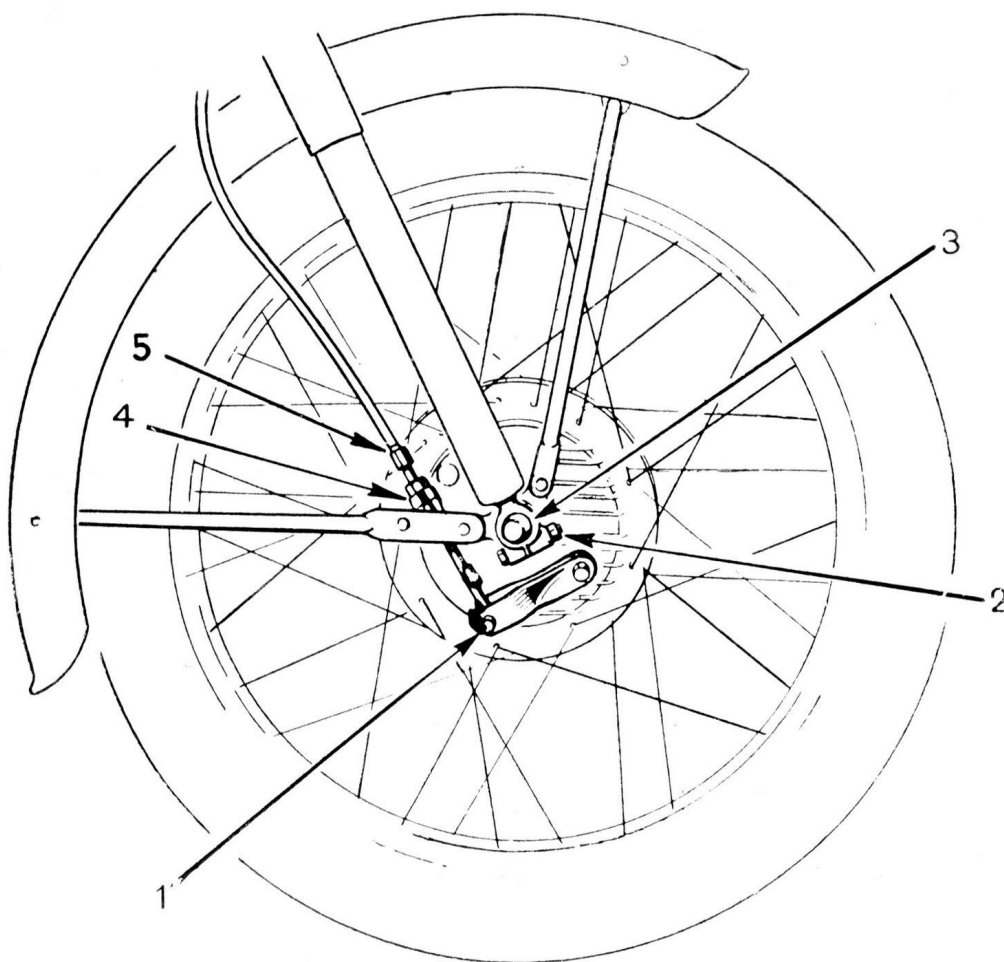
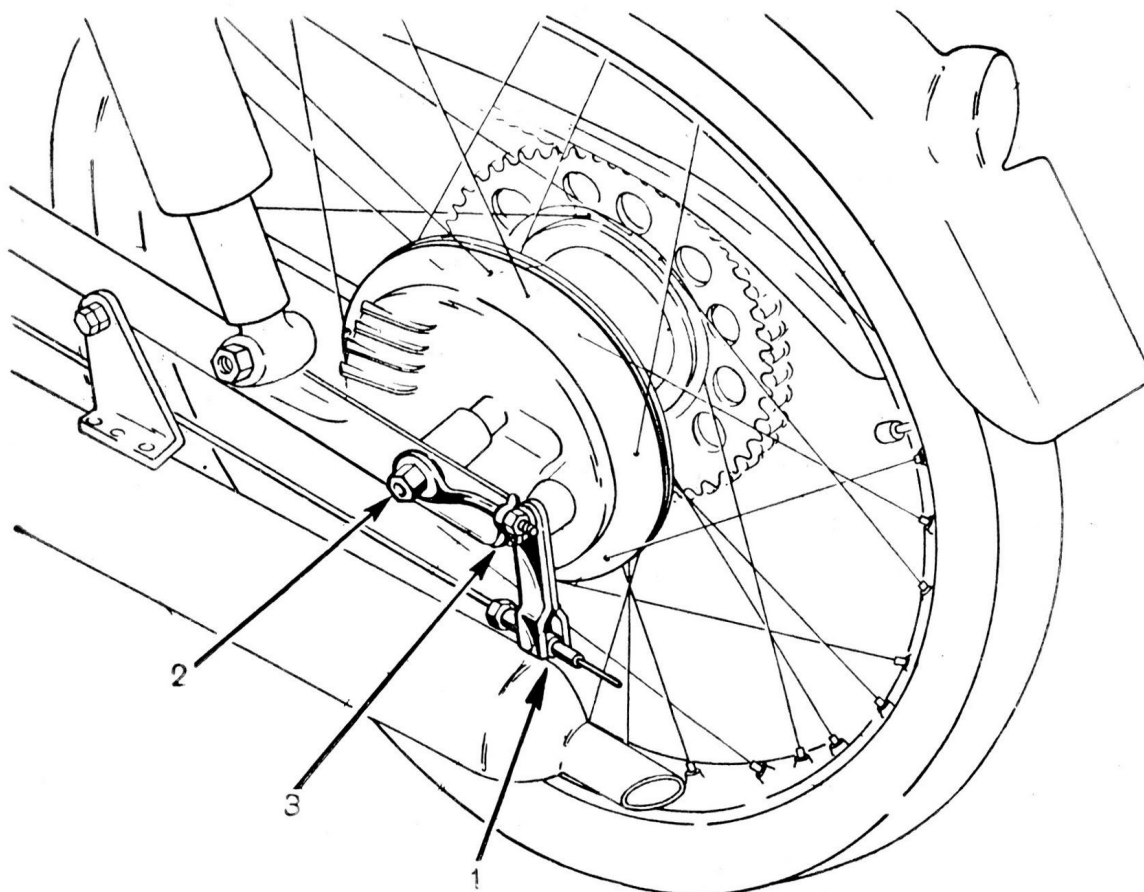

Fig. 6 - Ruota anteriore
Fig. 7 - Ruota posteriore
A) Ruota anteriore: fig. 6
B) Ruota posteriore: fig. 7
posizione, verificare l'oscillazione della catena. La regolazione della tensione si effettua agevolmente a mezzo dei tendicatena (3 fig. 7) dopo aver allentato il dado del perno della ruota (2 fig. 7). Se la ruota è montata di traverso e la catena quindi non è allineata, si avrà una rapida usura della catena e dei denti degli ingranaggi.
La regolazione del freno anteriore vien fatta a mezzo del tenditore (5 fig. 6) che si trova sul portaceppi. Svitando il tenditore si diminuisce il gioco. Dopo aver regolato il tenditore, bloccare il dado (4). La leva al manubrio deve avere un gioco di circa 5 mm alle sue estremità, prima di cominciare a tirare il filo. La regolazione del freno posteriore si fa mediante il dado a farfalla che si trova all'estremità del tirante (1 fig. 7). Avvitando il dado, si diminuisce il gioco.